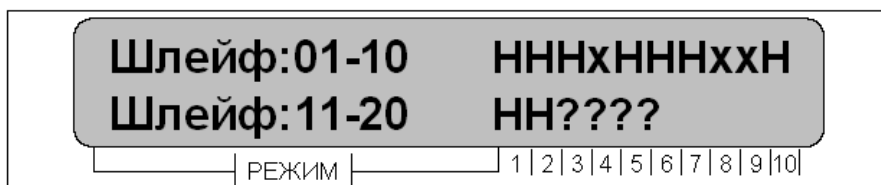

Рисунок 6
- «Состояние шлейфов зон» - отображается состояние шлейфов системы, рисунок 6;